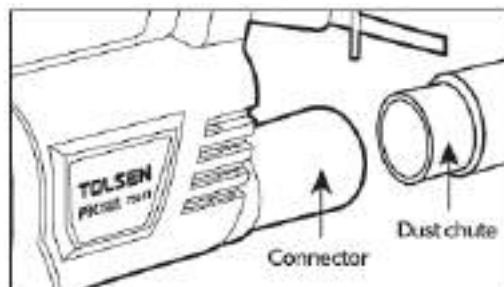

Figura 5
2. Pentru a fixa jgheabul pentru praf (vândut separat) pe poziție, aliniați știfturile de pe jgheabul pentru praf cu fantele din conector. Împingeți jgheabul pentru praf și rotiți-l în sensul acelor de ceasom, pentru a-l bloca. Consultați Figura 5 de mai jos.